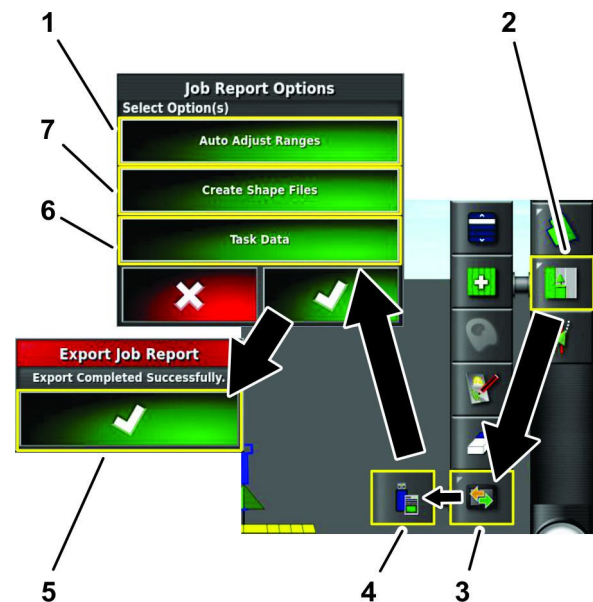

Figure 29
1. Appuyez sur l'icône Menu des tâches (Figure 29).
- Appuyez sur l'icône Menu d'échange de données (Figure 29).
- Appuyez sur l'icône Exporter rapport de tâche vers USB (Figure 29).
- Appuyez sur l'icône CRÉER FICHIERS DE FORME (Figure 29).
- Dans la boîte de dialogue Options de rapport de tâche, appuyez sur l'icône de confirmation (Figure 29).
- Dans la boîte de dialogue Exporter rapports de tâche, appuyez sur l'icône de confirmation (Figure 29).